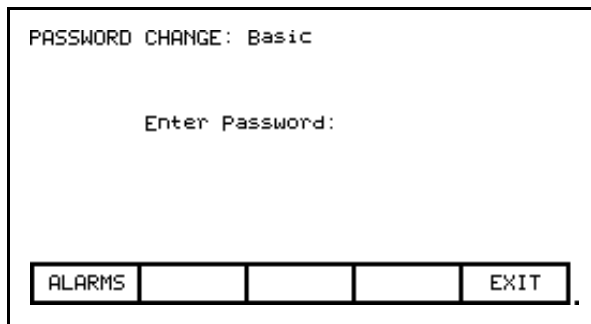

Bild 3.35 – Ändern der PIN
Die voreingestellte PIN für die "BASIC"- und die "ADVANCED"-Ebene ist Null (0). Es reicht auch das einfache Betätigen der [Eingabe] Taste. Vom "ACCESS" Bildschirm aus können diese Werte geändert werden. Mit [Hoch]/[Runter] wählt man die Ebene des zu ändernden PIN. Danach drückt man [F9]. Der typische "PASSWORD CHANGE" Bildschirm (Bild 3.35) wird zusammen mit der Zugriffsebene angezeigt, deren PIN geändert werden soll.